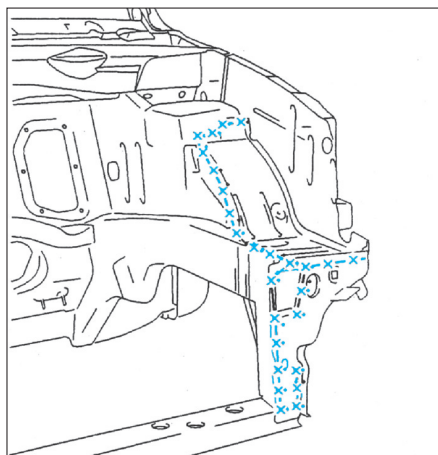

FIG. 7
- Découper par fraisage les points (Fig.7).